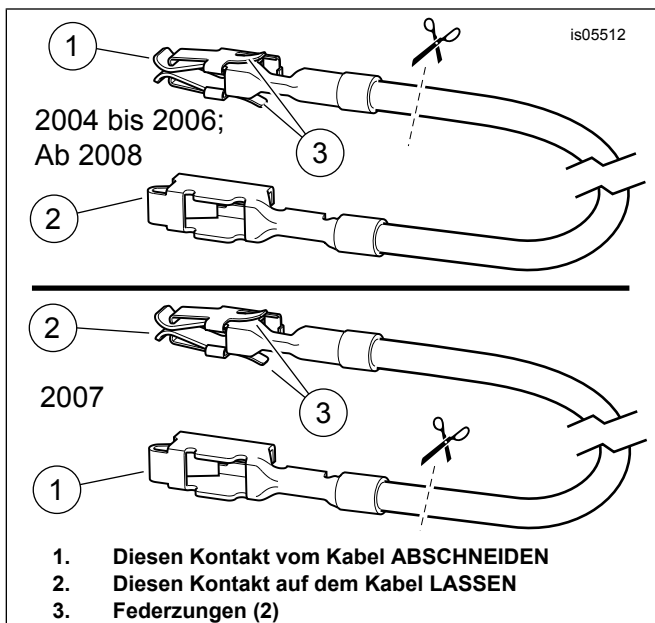

Abbildung 13. Sicherungsblock-Adapterkabel (FL Touring)
2. Das orange/weiße Sicherungsblock-Adapterkabel (9) aus dem Satz bereitlegen. **Für Modelle von 2004 bis 2006:** Den Kontakt an beiden Enden notieren (siehe Abbildung 13 >, **obere Ansicht**). Nur der Kontakt **OHNE die Federzungen** passt in den Sicherungshohlraum. Den Kontakt **MIT** Federzungen sorgfältig vom Kabel abschneiden und entsorgen. **Für Modelle von 2007:** Den Kontakt an beiden Enden notieren (siehe Abbildung 13 >, **untere Ansicht**). Nur der Kontakt **MIT den Federzungen** passt in den Sicherungshohlraum. Den Kontakt **OHNE** Federzungen sorgfältig vom Kabel abschneiden und entsorgen.